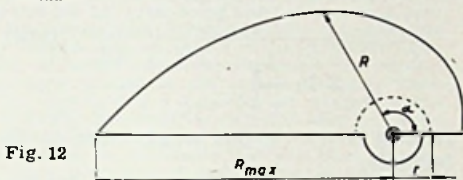

Fig. 12
c) Voor de frequentielineaire variabele condensator (fig. 12) is de maximale capaciteit